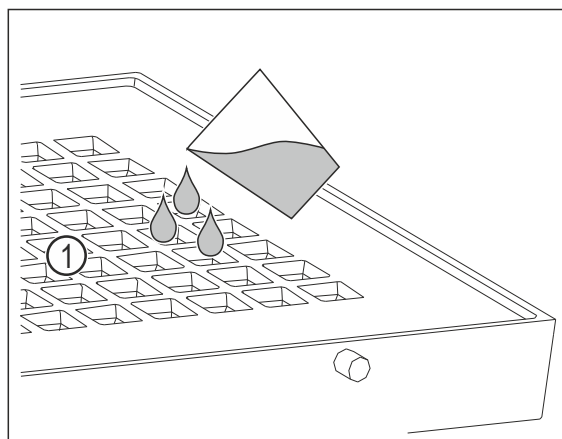

Fig. 158
- Riempire un massimo di 400 ml di acqua attraverso i fori Fig. 158 (1) nella copertura.